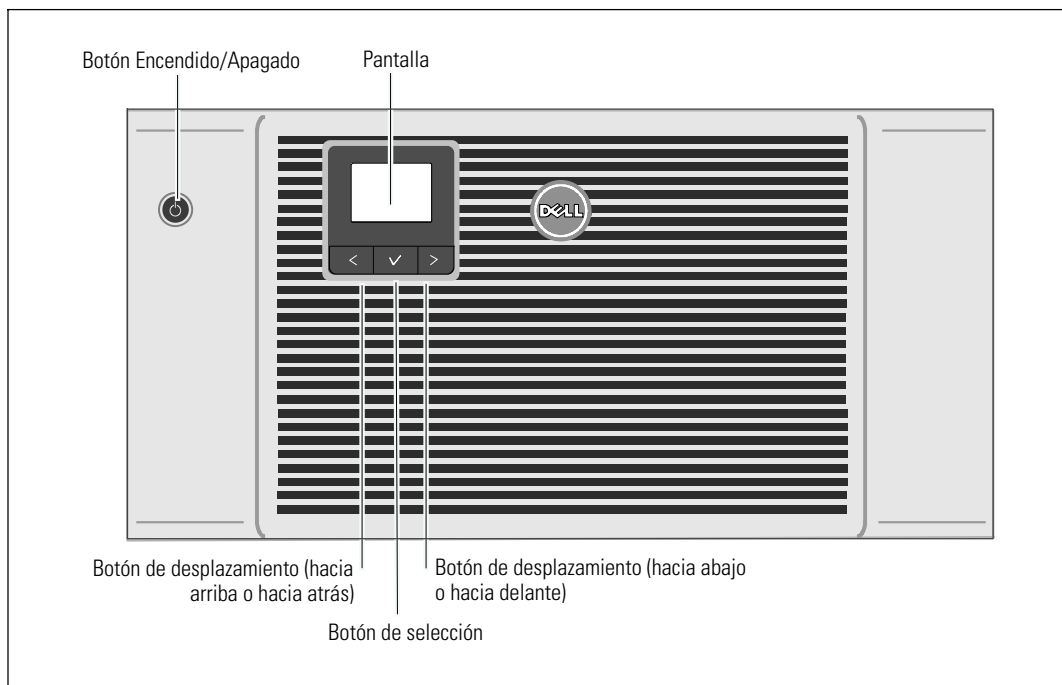

Figura 27. Controles del UPS
Figura 27 muestra los controles del UPS Dell Online Rack.
La pantalla de LCD del panel delantero del UPS se ilumina (véase Figura 27). La pantalla de reinicio de Dell cambia a la pantalla de resumen de estado UPS. La pantalla del panel delantero del UPS muestra el icono de modo Standby (espera) parpadeando .
- 3 Presione el botón  en el panel delantero del UPS (véase Figura 27).
- 4 En el panel de control, presione el botón  para comprobar las alarmas o avisos activos (véase Figura 27). Resuelva todas las alarmas activas antes de continuar. Vea “Solución a problemas” en la página 92.